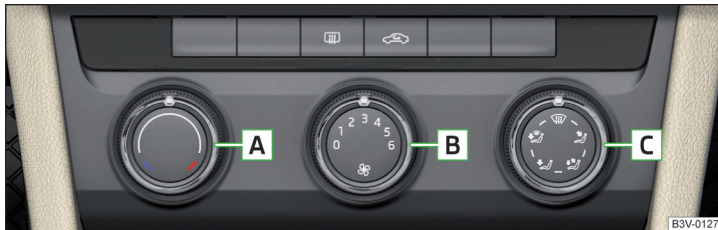
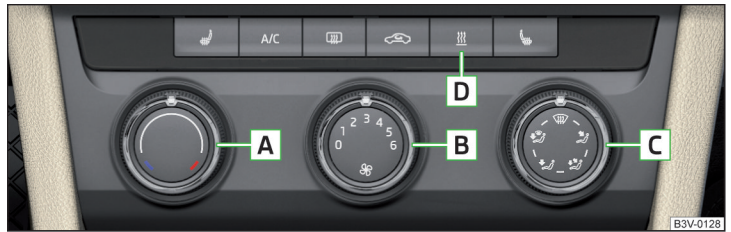

Fig. 151 Elemente de operare a încălzirii
Fig. 152 Elementele de comandă ale sistemului de aer condiționat manual
Funcțiile elementelor de comandă » fig. 151 și » fig. 152
- Lampa de control de sub tasta A/C » fig. 152 luminează după cuplare, chiar și dacă nu sunt îndeplinite toate condițiile pentru funcționarea instalației de răcire. Prin aprinderea lămpii de control de sub tastă se semnalează disponibilitatea de funcționare a instalației de răcire.